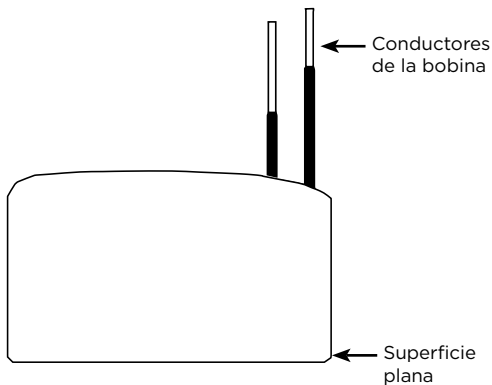

Figura 5: Conjunto de la bobina y el núcleo
6. Coloque la cubierta de la carcasa del imán y el conjunto de la bobina con la superficie plana de la bobina hacia abajo. Consulte la Figura 5.
7. Quite los cuatro tornillos de cabeza hexagonal (2) del centro de la cubierta de la carcasa del imán. Retire la protección de los terminales (4) y la cubierta de la carcasa del imán.
10. Coloque la bobina y el núcleo nuevos de modo que la parte posterior de la bobina quede horizontal, con los conductores extendidos de forma vertical. Consulte la Figura 5.
12. Vuelva a colocar la protección de los terminales (4) y asegúrela con cuatro tornillos de cabeza hexagonal (2).
14. Vuelva a colocar la cubierta de la carcasa del imán y el conjunto de la bobina dentro de la carcasa del imán utilizando ocho tornillos de cabeza hexagonal (2).